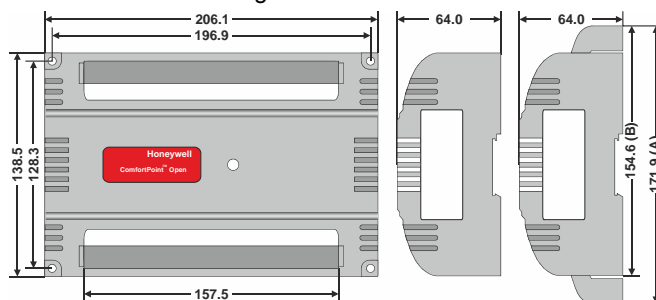

Abb. 3. Abmessungen des Controllers (mm) mit (A) und ohne (B) Schutzabdeckung der Klemmen
*Vermeiden Sie eine Montage in Bereichen, wo Säuredämpfe oder andere ungünstige Dämpfe die Metallteile des Controllers angreifen können, oder in Bereichen, wo Gas austritt oder andere explosive Dämpfe vorliegen. Weitere Informationen über die Montageabmessungen finden Sie in Abb. 3.*